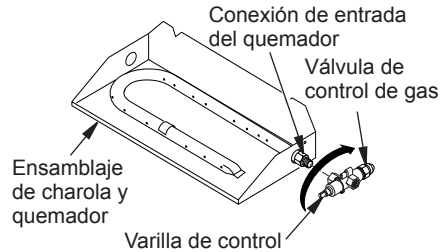

Figura 8 - Instalación de la válvula de control de gas
1. Enrosque la válvula de control de gas con la conexión de entrada del quemador (consulte la figura 8). Aplique sellador en la rosca macho de la conexión de entrada del quemador. Sujete la conexión de entrada del quemador con una llave para evitar que la conexión al quemador quede muy apretada. Compruebe que la varilla de control esté orientada hacia el frente (consulte la figura 8).